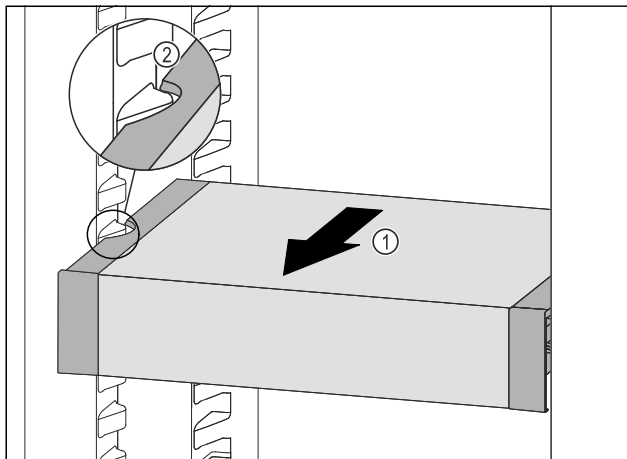

Fig. 164
- Tirare VarioSafe in avanti Fig. 164 (1) fino a quando le cavità laterali di VarioSafe non si trovano al livello della nervatura del contenitore nel vano frigorifero. Fig. 164 (2)